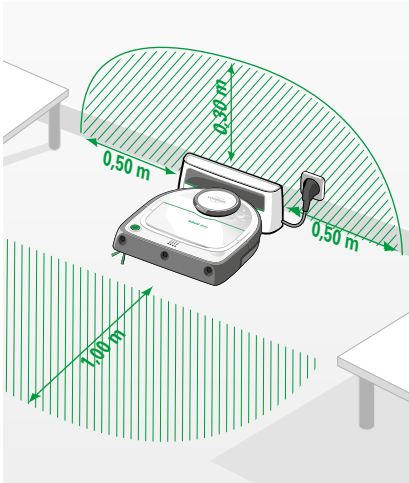

Figura 2.4 Configurarea stației de bază
- Așezați stația de bază pe o suprafață plană în apropierea unui perete, astfel încât contactele de încărcare și fereastra de infraroșii să fie accesibile pentru aspiratorul robot Kobold VR300 (Figura 2.4). În mod ideal, la 0,3 m deasupra, 0,5 m în stânga și 0,5 m în dreapta stației de bază nu trebuie să se găsească obstacole sau diferențe de nivel.